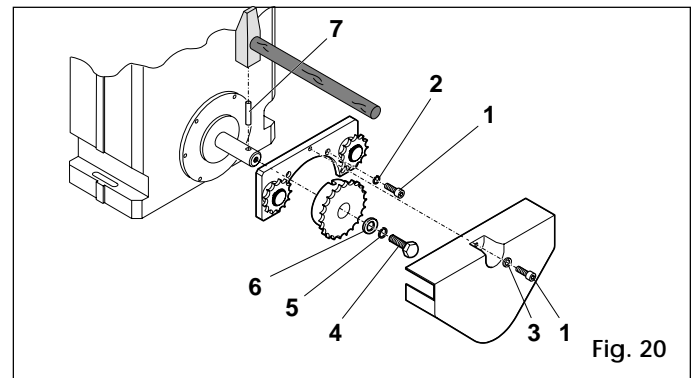
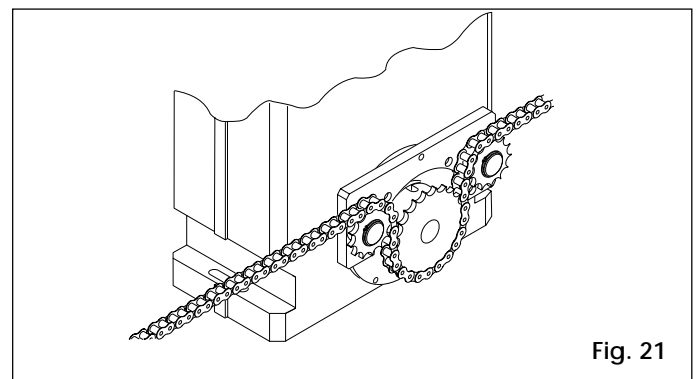

Fig. 20
Fig. 21
##### 4.5.2. MOD. 820 EMC RF y 860 MC RF (fig. 20 y 21)
- Aplicar el piñón de cadena en el eje, haciendo coincidir los alojamientos del piñón con el pasador elástico, y apretar el tornillo (4) con las arandelas (5) y (6).
- Colocar la brida del motorreductor y el soporte de los engranajes libres. Para ello, quitar los cuatro tornillos superiores y sustituirlos por los tornillos Allen 5 x 12 (1) y las arandelas (2) del kit, como ilustra la fig. 20.
- Pasar la cadena (fig. 21) y montar el cárter con los tornillos (1) y las arandelas (3) (fig. 20).